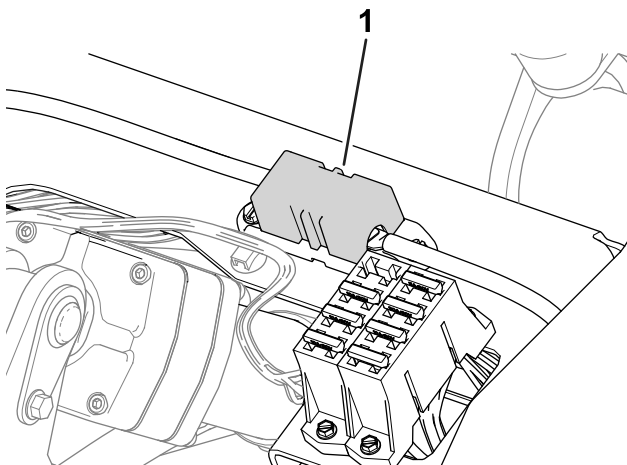

図 45
- 右ホイールモータのヒューズ60 Aは座席下にありません 図 45。